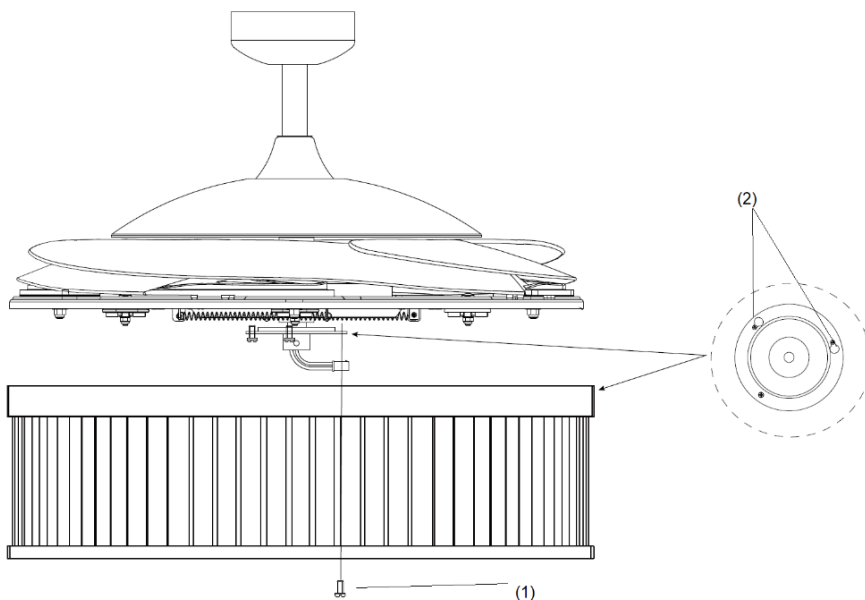

Fig. 6
### INSTALLAZIONE DEL KIT LUCE (Fig. 6 e 7)
1. Allentare la vite (1) dal supporto sul ventilatore. Allineare le due viti con i fori (2) sulla staffa del kit luce (7) (Fig. 6).
2. Ruotare il kit luce in senso antiorario finché le viti non sono fissate saldamente all'estremità delle fessure (2).
3. **Fissare la vite (1) al supporto del paralume. Serrare tutte le tre viti. Non avvitarle eccessivamente.**